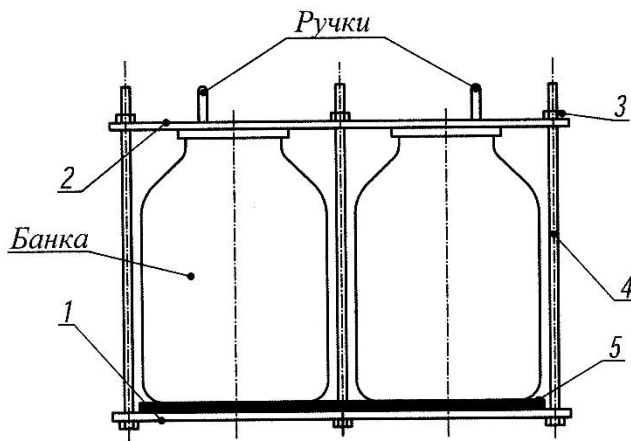

Рис. 2 Кассета
- при необходимости вынуть кассету с банками из корпуса автоклава, взявшись двумя руками за ручки крышки 2 (рис. 2) (предварительно слив воду);
Установить в кассету подготовленное количество банок с закатанными продуктами согласно таблице 2.2. (где показана максимальная вместимость) и надёжно зафиксировать банки в кассете с помощью зажимных гаек 3 (рис. 2), затягивая их крест-накрест ключом с лёгким усилием.
При установке банок в два слоя, банки верхнего слоя устанавливаются непосредственно на банки нижнего слоя без резиновой прокладки 5 (рис.2). Банки должны располагаться как можно ближе к шпилькам. Банки должны иметь одинаковую высоту.
5.21. **После остывания банок до комнатной температуры** открутить гайки 3 (рис. 2), снять крышку 2, вынуть банки с консервируемой продукцией и проверить состояние крышек, банок и прочность закатки.